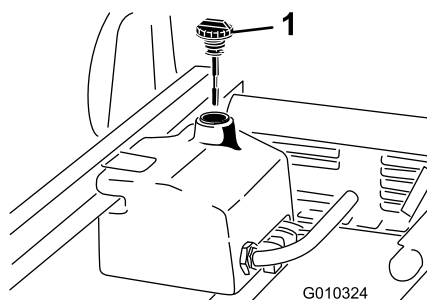

Figura 20
1. Limpie la zona alrededor del cuello de llenado y el tapón del depósito hidráulico (Figura 20).
3. Retire la varilla (Figura 20) del cuello de llenado y límpiela con un paño limpio.